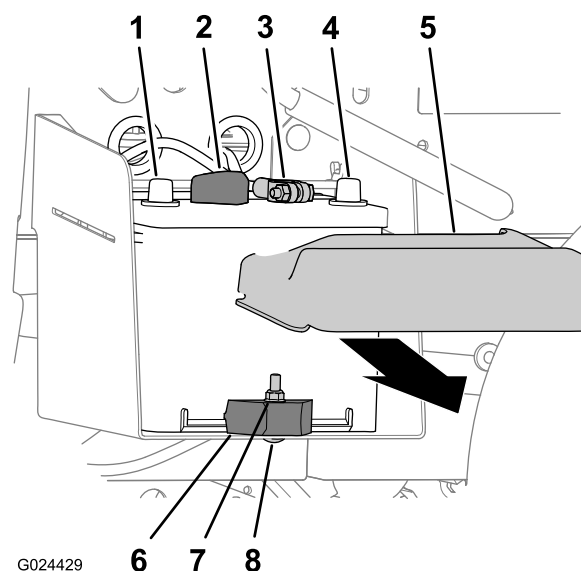

Figure 46
1. Appuyez de chaque côté du couvercle de la batterie et enlevez le couvercle en haut de la batterie (Figure 46).
2. Débranchez le câble négatif de la borne de la batterie (Figure 46).
3. Débranchez le câble positif de la borne de la batterie (Figure 46).
- Retirez le contre-écrou, le boulon de carrosserie et la barrette qui fixent la batterie à son support (Figure 46).
- Déposez la batterie de son support (Figure 46).
- Placez la batterie sur son support sur la machine (Figure 46).
**Remarque:** Vérifiez que les bornes positive et négative de la batterie sont alignées, comme montré à la Figure 46.
- Fixez la batterie à son support à l'aide de la barrette de maintien, du boulon de carrosserie et du contre-écrou (Figure 46).
- Branchez le câble positif à la borne de la batterie (Figure 46).
- Branchez le câble négatif à la borne de la batterie (Figure 46).
- Posez le couvercle sur la batterie (Figure 46).